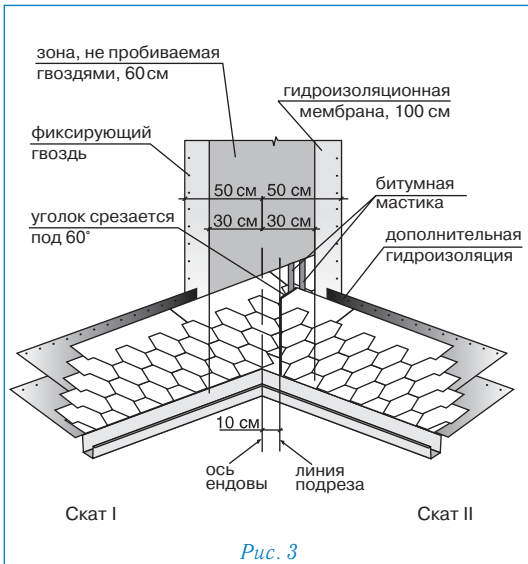

Рис. 3
### Ендова (рис. 3)
- на прилегающем скате (II) вдоль оси ендовы на расстоянии 30 см от нее отбивается линия;
- лист, подходящий к ендове со ската II, должен доходить до линии подрезки и обрезаться по ней. Верхний уголок обрезанного края листа подрезается под углом 60° (5 × 3 см — рис. 3);